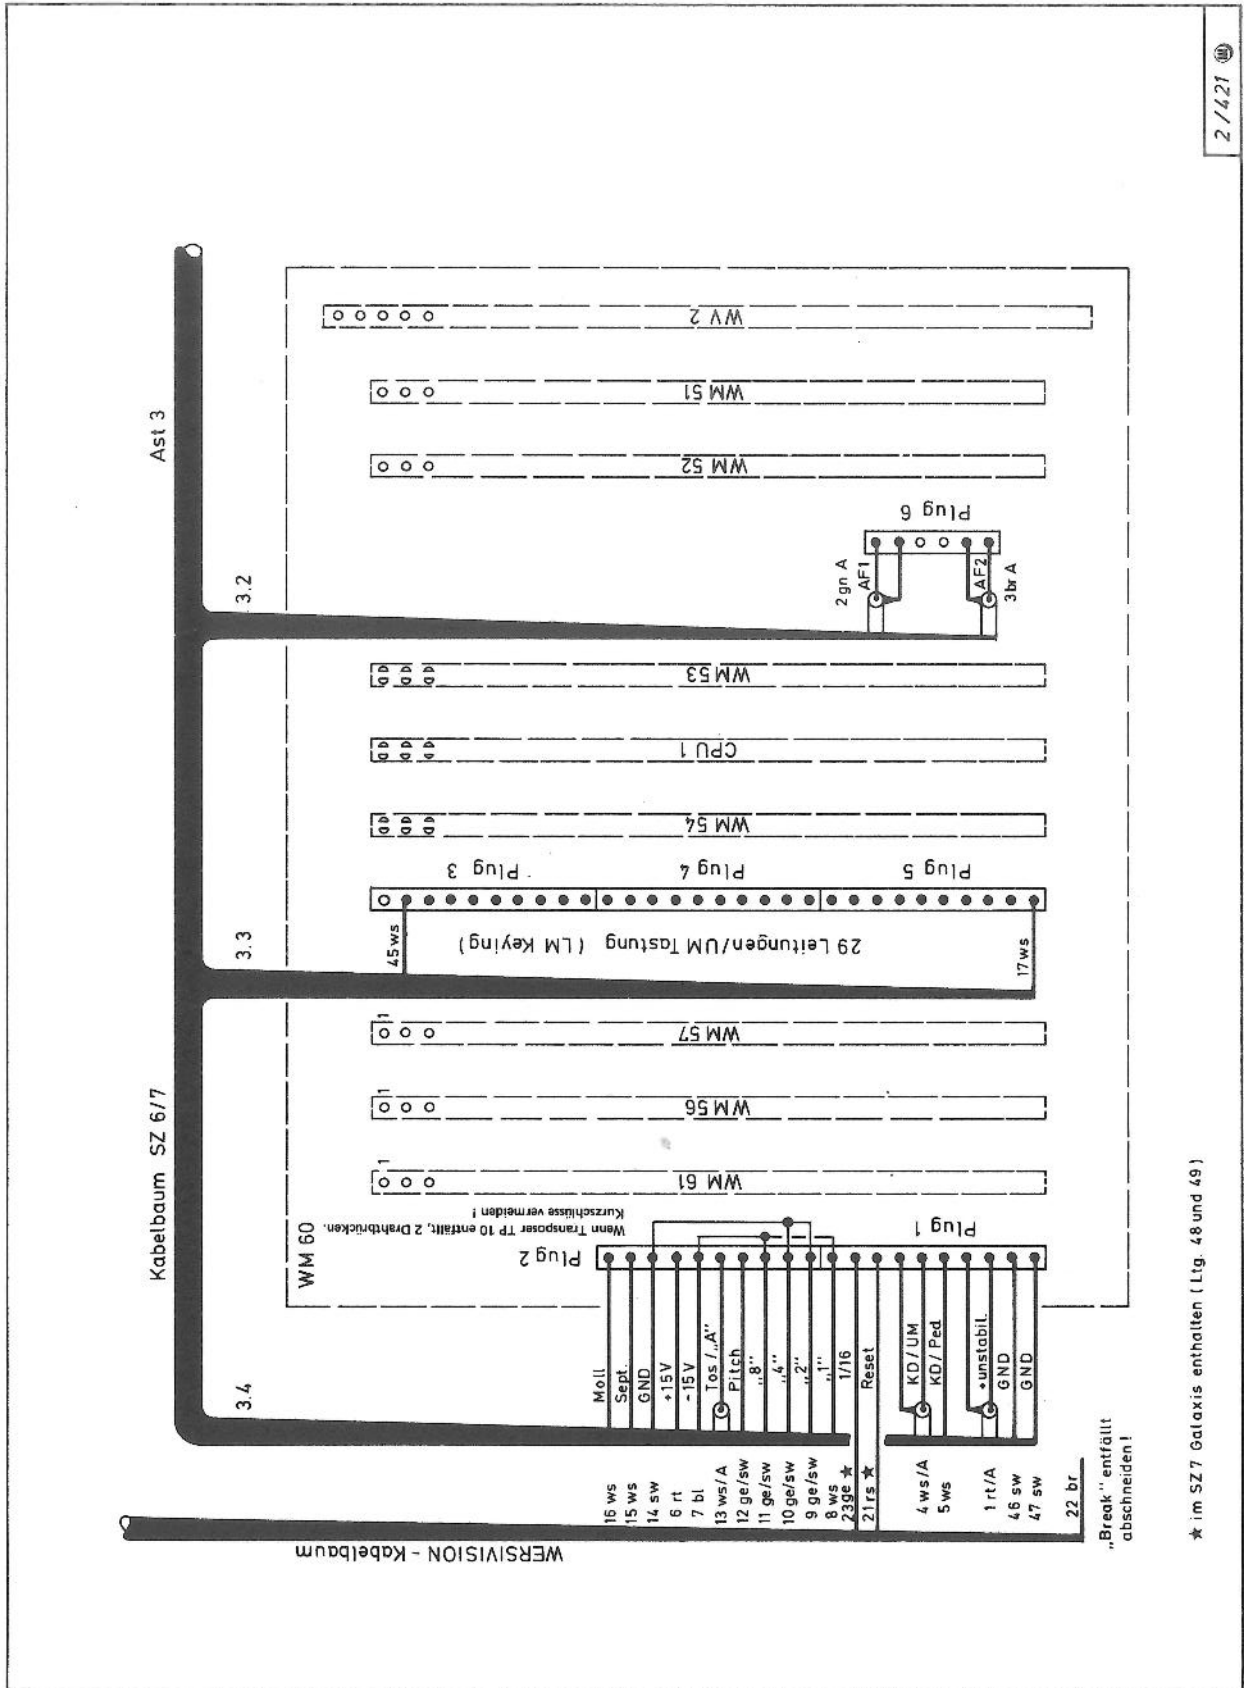

Abb. 32: SZ 6 bzw. SZ 7, Ast 3 am Baugruppenträger
**Hinweis:** Bei Orgeln mit eingebauter WERSIVISION sind die drei Leitungen des Astes 5 (21 Reset, rosa; 22 Break, braun und 23 1/16 Takt, gelb) aus dem WERSIVISIONS-Kabelbaum ebenfalls zum Baugruppenträger zu verlegen und nach Abb. 32 dort anzuschließen. Die Leitung 22 Break entfällt. Soll der CX 1-Doppeltransposer TP 10 nicht eingebaut werden, so muß am Plug 2 der WM 60-Platine eine Brücke zwischen "2", "4" und "+" hergestellt werden (= Transposerstimmung "C"), am besten Silberdraht verwenden.